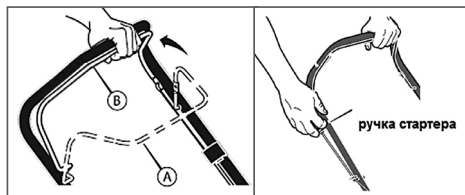

Рис. 10 Запуск двигателя ручным стартером
3. Правой рукой, медленно вытягивая шнур стартера за ручку (Рис. 10), проверните коленчатый вал двигателя, пока не почувствуете сопротивление, затем медленно опустите ручку стартера вниз. Снова медленно потяните за ручку стартера, пока не почувствуете, что стартер вошел в зацепление с маховиком, после чего, резко и с усилием потяните за ручку стартера и запустите двигатель. При необходи-